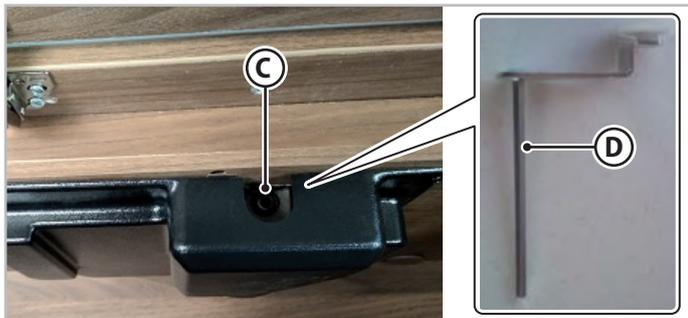

Fig.6.16 - Desbloqueo de la cama eléctrica tipo A
2. En la parte delantera del motor, introduzca la llave (D - Fig.6.16) dentro del tornillo (C - Fig.6.16) para moverla manualmente.